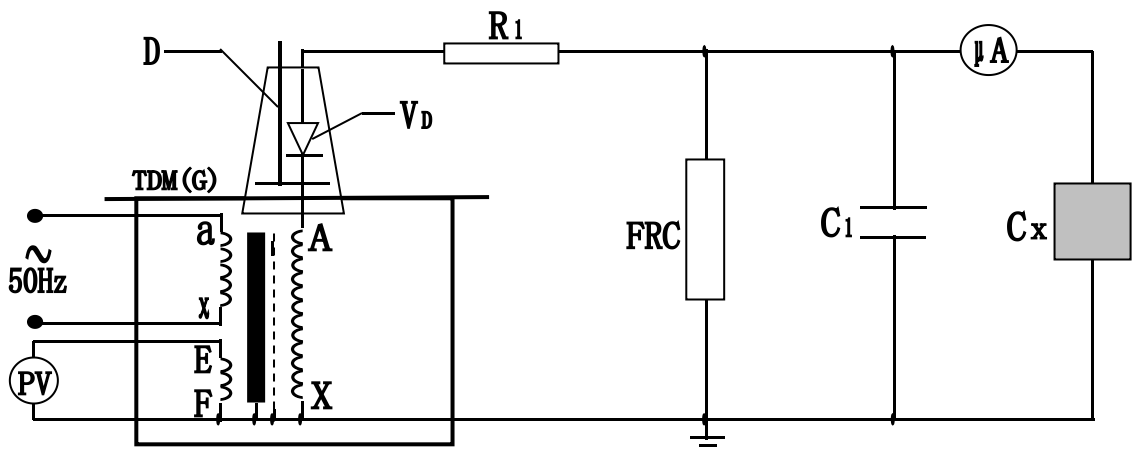

图7：高压直流泄露试验接线图
2、TDM(G)试验变压器在做被试品的直流耐压或泄露试验时接线原理图如图7。
注：此试验应先抽出短路杆“D”，图7中所示。